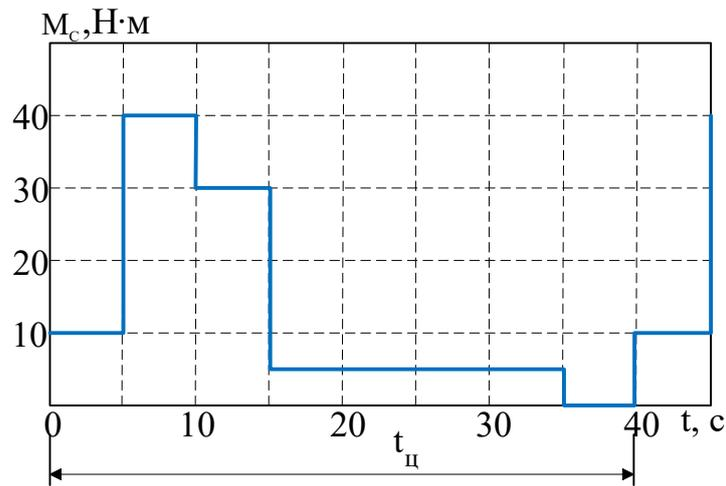

Рис. 5.1. Нагрузочная диаграмма
1. Дана нагрузочная диаграмма для ЭП с АД (режим работы – продолжительный) с номинальными данными: $P_H = 2,7$ кВт; $\eta_H = 0,9$; $n_H = 955$ об/мин; $R_1/R_2' = 0,4$. Определите величину постоянных и переменных потерь в установившихся режимах, а также потери энергии за цикл и цикловой КПД (рис. 5.1).